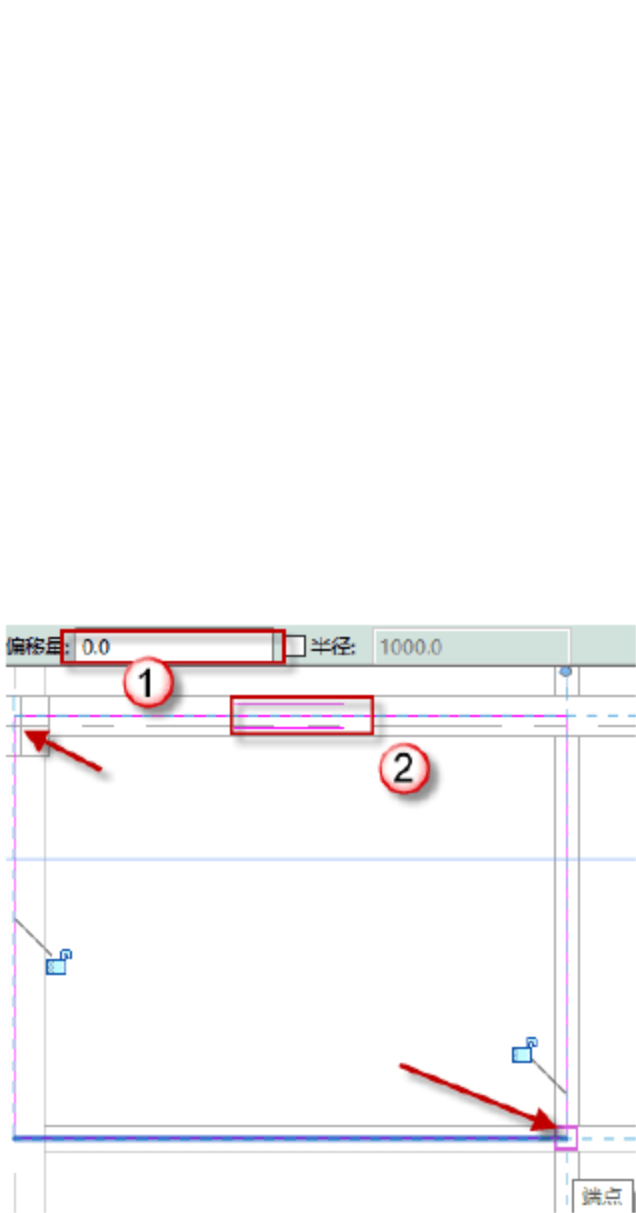

图 3.2.66 绘制 5 号板
(12) 绘制 5 号板，单击“矩形”按钮，绘制 5 号板，调整跨方向，将偏移量设置为 0，单击√按钮，完成绘制，如图 3.2.66 所示。